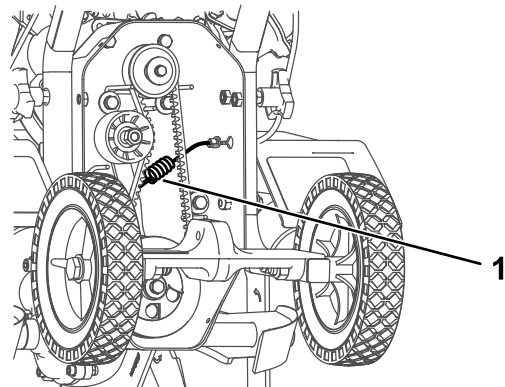

Figure 37
**Remarque:** Si la tension n'est pas correcte et qu'il n'est plus possible de régler les écrous de blocage, placez l'extrémité en Z du câble dans le trou suivant du levier de commande, comme montré à la Figure 37. Si la tension n'est toujours pas correcte, remplacez la courroie.